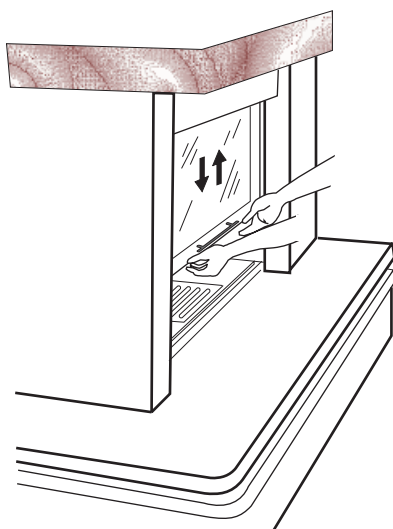

Fig. 7.1.4
7.1.4 Come usare la portina (Fig. 7.1.4)
7.1.4 How to use the door (Fig. 7.1.4)
7.1.4 Handhabung der Tür (Abb. 7.1.4)